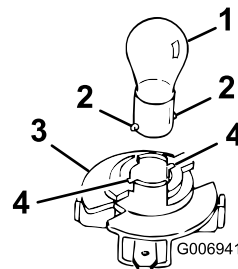

Figure 42
3. Tournez l'embase d'un quart de tour dans le sens horaire et enlevez-la du réflecteur (Figure 42).
4. Introduisez l'ampoule et tournez-la dans le sens antihoraire jusqu'à la butée (approx.. 1/4 tour) puis retirez-la de l'embase (Figure 42).
2. Introduisez le culot dans l'embase (Figure 42).